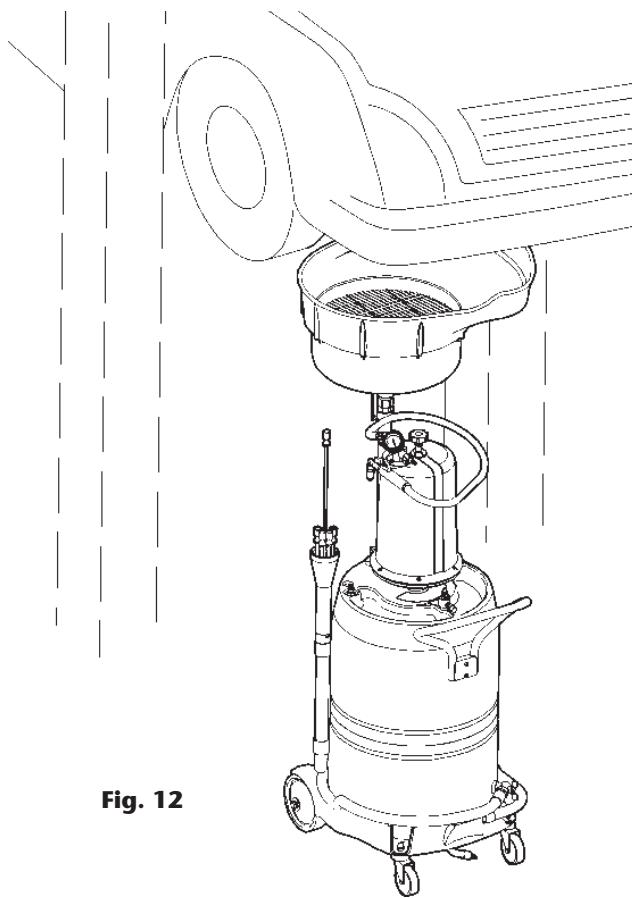

Fig. 12
EN **1.** Place the unit under the vehicle, adjust the funnel to a suitable height and open the funnel ball valve (fig. 12).
ES **1.** Posicionar el equipo por debajo del vehículo, ajuste el embudo a la altura deseada y abra la válvula del embudo (fig. 12). Desenrosque el tapón del carter y deje el aceite usado caer en el embudo hasta vaciarse el carter.
- Placer l'appareil sous le véhicule, placer l'entonnoir à la hauteur désirée et ouvrir la vanne de l'entonnoir (fig. 12).
Die Ölablass-Schraube am Fahrzeug aufschrauben und das Altöl in den Trichter fliessen lassen bis die Ölwanne leer ist. (fig. 12).
- Kappe vom Auslaufschlauch entfernen. Schlauch in ein Faß oder einen Tank stecken (14).
- Установить вакуумный сборщик под автомобиль, отрегулировать положение воронки по высоте и открыть шаровой клапан воронки. Вывернуть пробку картера двигателя и дать возможность отработанному маслу полностью слиться из картера (Рис. 12).
- Снять крышку с выпускного патрубка сливного шланга и вставить шланг в бак или бочку для сбора отходов (14).